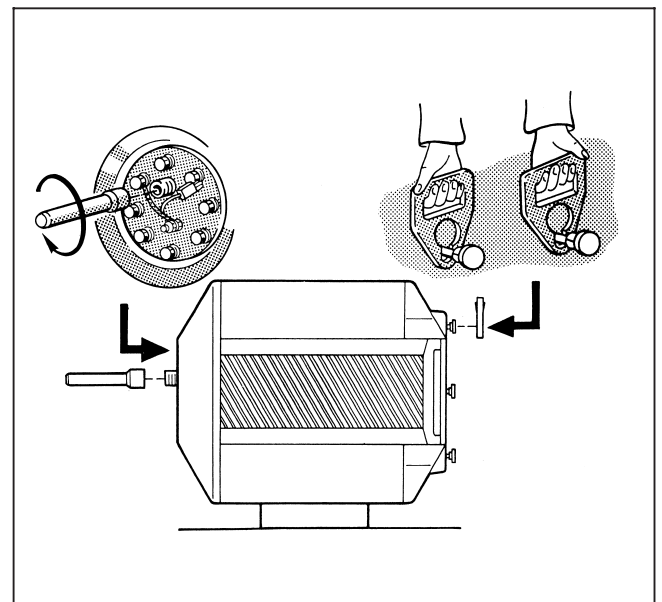

Abb. 4
- Tragegriffe in zwei der Fußschrauben so einhängen, daß kleiner Durchmesser im Gewinde zum Tragen kommt (Abb. 4).
- Rohr mit Gewindemuffe\* in den Stutzen des Handlochdeckels als Tragehilfe einschrauben (Abb. 4).